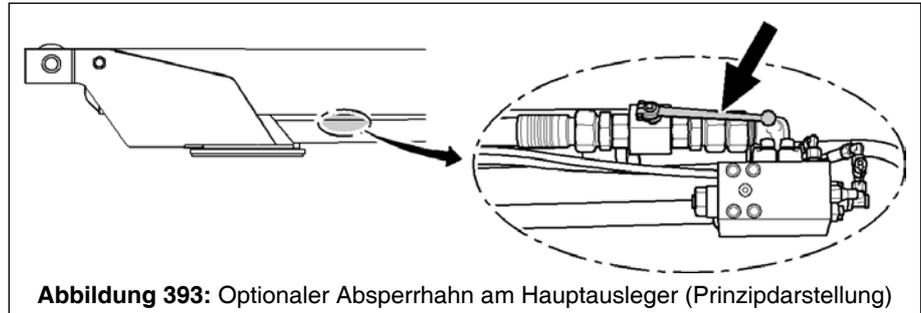

Abbildung 393: Optionaler Absperrhahn am Hauptausleger (Prinzipdarstellung)
- Optionaler Absperrhahn (siehe ↗ Abb. 393, Seite 518) zum Absperrn der Bodenseite des Wippzylinders befindet sich in geöffneter Stellung (Stellung zum Kranbetrieb, siehe hierzu auch ↗ 11.4 Dollyvorbereitung / Vorbereitung Demontage Hauptausleger (Optionen), Seite 521).